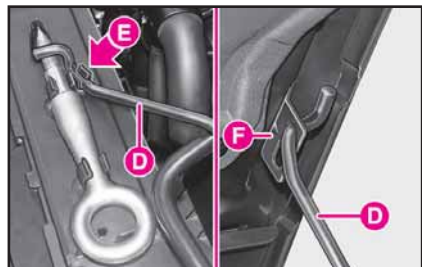

fig. 153
– sollevare il cofano e contemporaneamente liberare l'asta di sostegno **D** (fig. 153) dal proprio dispositivo di bloccaggio **E**;